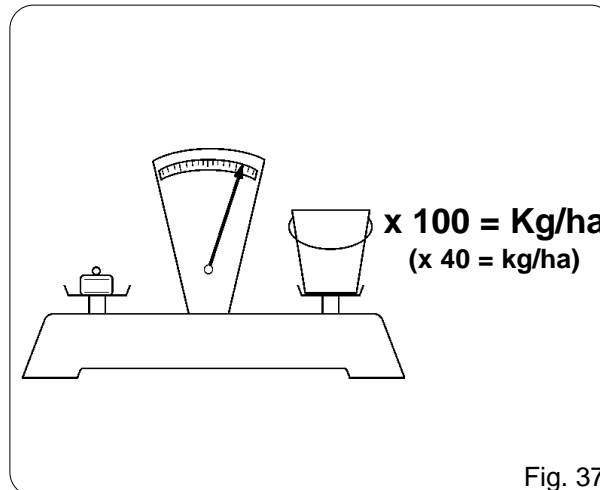

Fig. 37
- 7)Pesare la quantità di seme raccolto nelle vaschette e moltiplicarlo per 100 o per 40 in base alle rotazioni compiute, il valore ottenuto sarà la quantità in chilogrammi distribuita per ettaro (Fig. 37).
- 7)Weigh the seed collected in the bins and multiply the weight by 100 or 40, depending on the number of rotations made. The value obtained is the number of kilograms distributed per hectare (Fig. 37).
- 7)Die in den Sammelbehältern gesammelte Saatgutmenge wiegen und unter Bezug auf die durchgeführten Drehungen mit 100 oder 40 multiplizieren. Das Ergebnis ist die in Kilogramm pro Hektar ausgestreute Saatgutmenge (Abb. 37).
- 7)Peser la quantité de semences contenue dans les bacs et la multiplier par 100 ou par 40 (selon les tours effectués); la valeur obtenue correspond à la quantité en kilogrammes distribuée sur un hectare (Fig. 37).
- 7)Pesar la cantidad de semilla recogida en las cubetas y multiplicarlo por 100 o por 40 según de las rotaciones efectuadas, el valor obtenido será igual a la cantidad en kilogramos distribuida por hectárea (Fig. 37).